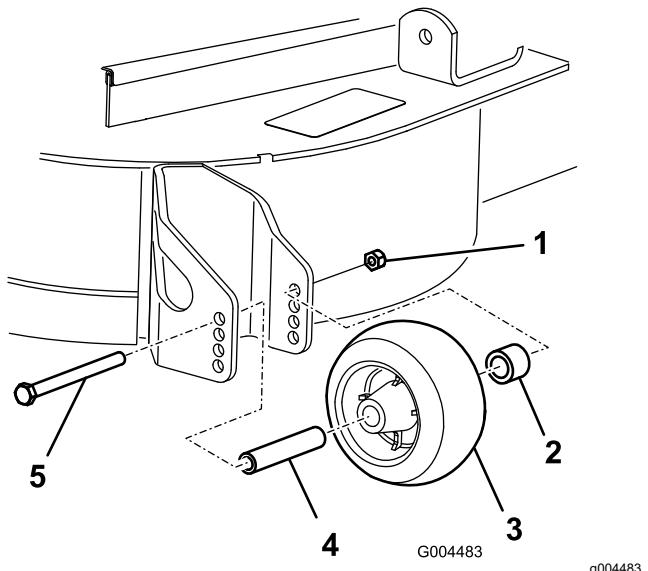

Figura 10
- Después de ajustar la altura de corte, ajuste los rodillos retirando la tuerca con arandela prensada, el casquillo, el espaciador y el perno (Figura 10).
5. Instale la tuerca con arandela prensada, el casquillo, el espaciador y el perno. Apriete a entre 54 y 61 N·m (Figura 10).